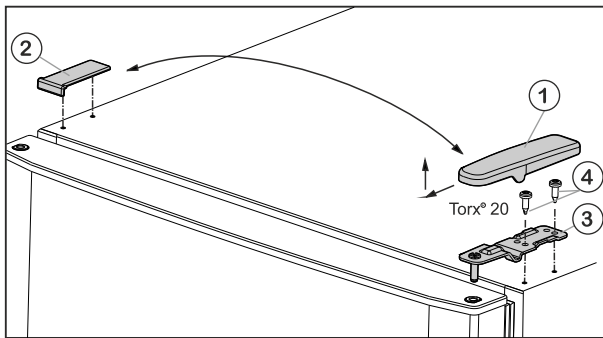

Fig. 5
- ▶ Abdeckung Fig. 5 (1) nach vorne und oben abziehen.
- ▶ Abdeckung Fig. 5 (2) abheben.
- ▶ Oberen Lagerbock Fig. 5 (3) abschrauben (2 mal Torx® 20) Fig. 5 (4) und nach oben abziehen.
- ▶ Oberen Lagerbock Fig. 5 (3) auf der neuen Scharnierseite in die Tür einsetzen.
- ▶ Oberen Lagerbock **fest (mit 4 Nm)** anschrauben (2 mal Torx® 20) Fig. 5 (4). Eventuell einen Akkuschauber verwenden.
- ▶ Abdeckung Fig. 5 (1) auf der Gegenseite von außen aufsetzen und einrasten.
- ▶ Abdeckung Fig. 5 (2) jeweils auf der Gegenseite von oben aufsetzen und einrasten.